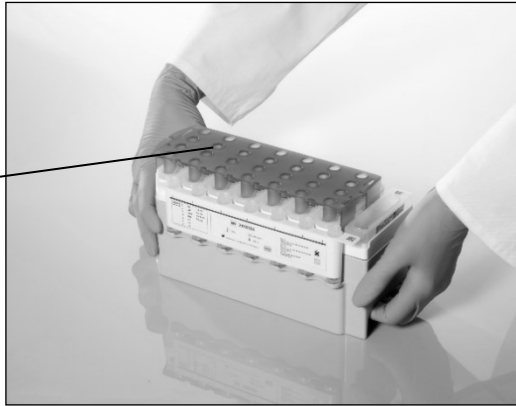

Figure 3. Configuration aisée de la platine avec des cartouches de réactif (RC).
Avant de démarrer la procédure, assurez-vous que les particules magnétiques sont totalement resuspendues. Désolidarisez le logement de particules magnétiques de la structure de la cartouche de réactif, agitez-le au mélangeur vortex vigoureusement pendant au moins 3 minutes et replacez-le dans la structure avant la première utilisation. Placez la cartouche de réactif (RC) dans le support à cartouche de réactif. Placez le portoir à enzymes (ER) vide dans le support à cartouche de réactif. Avant la première utilisation d'une cartouche de réactif (RC), mettez le couvercle perforable (PL) dessus (Figure 3).